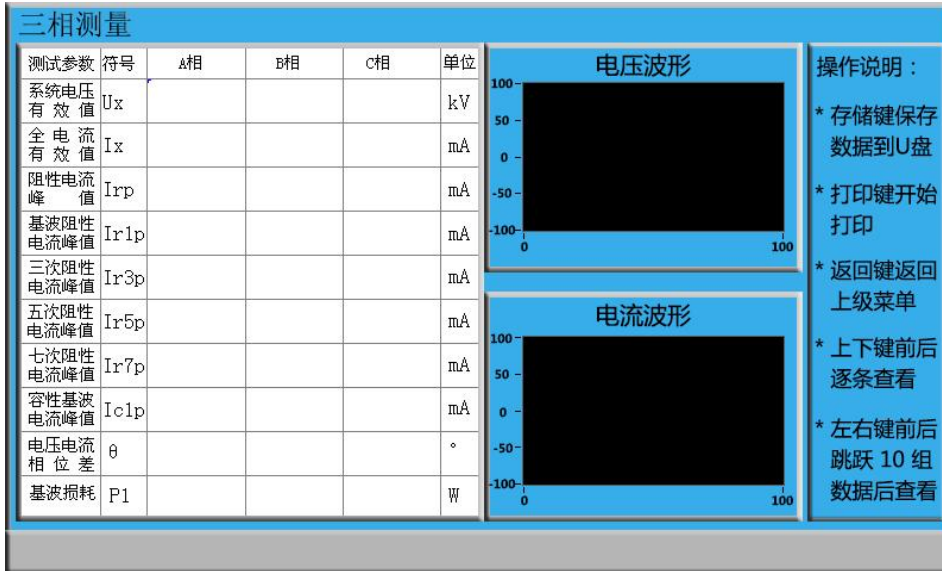

图 11
在图3界面，按“选择或返回键”移动“选择块”选择“数据浏览”功能按钮后，再按“确认键”进入数据浏览显示界面，如图11；
3、**数据浏览：**用于查看测试数据，如下图 11 所示：